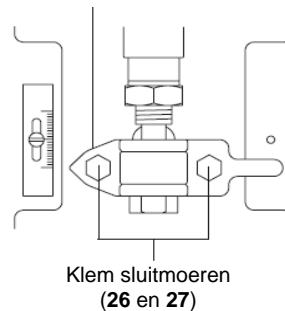
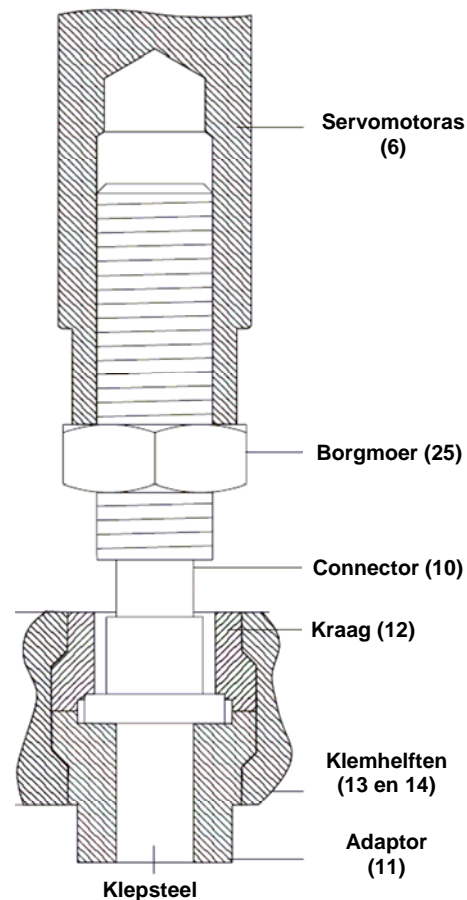
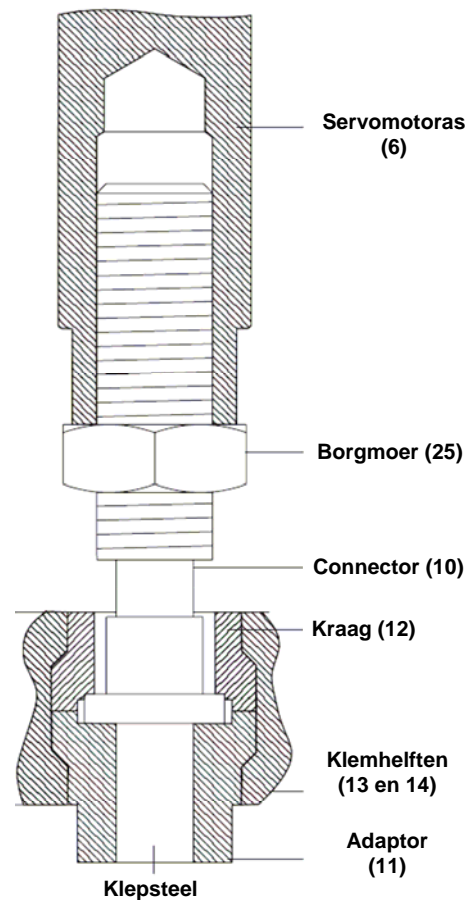

Fig. 3
Fig. 4 Montage van adaptor, connector en klem
Fig.5 Montage van adaptor, connector en klem
De openingsdruk wordt als volgt ingesteld (fig.4):
- Maak de klem Schroeven (26 en 27, zie fig. 3) los en verdijder de adaptor (11).
- Draai met één sleutel de borgmoer (25) los en klem terwijl de servomotoras (6) met een andere sleutel vast.
- Verdraai, terwijl de klep op haar zitting rust, de connector (10) naar de adaptor (11) toe. De adaptor dringt de connector uiteindelijk binnen. Draai verder tot beide elkaar net raken. Span de borgmoer (25) aan. Zie Fig.4 voor de correcte montage.
De openingsdruk wordt als volgt ingesteld (fig.5):
- Maak de klemschroeven (26 en 27, zie fig. 3) los en verdieper de adaptor (11).
- Verdraai, terwijl de klep op haar zitting rust, de adaptor (11) naar de connector (10) toe. De adaptor dringt de connector uiteindelijk binnen. Draai verder tot beide elkaar net raken. Span de borgmoer (25) aan. Zie Fig.5 voor de correcte montage.